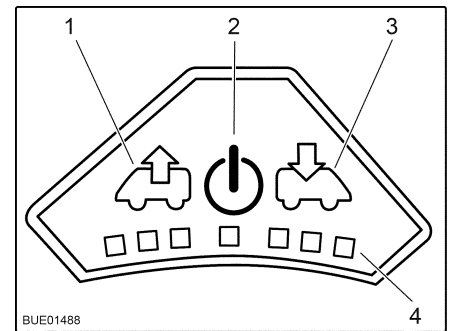

Bild 51 Fläktreglage
- Slå på:** ■ Tryck på på/av-knappen (Bild 51,2). Fläkten går i komfortläge (vädring med lägsta fläktvarvtal).
- Avluftning:** ■ För att höja fläktvarvtalet: Tryck på vädringsknappen (Bild 51,1). Fläktvarvtalet i vädringsriktningen ökar en nivå. Lysdioderna (Bild 51,4) visar de olika nivåerna.
■ För att minska fläktvarvtalet: Tryck på ventilationsknappen (Bild 51,3). Fläktvarvtalet minskar en nivå.
- För att höja fläktvarvtalet: Tryck på ventilationsknappen (Bild 51,3). Fläktvarvtalet i ventilationsriktningen ökar en nivå. Lysdioderna (Bild 51,4) visar de olika nivåerna.
- För att minska fläktvarvtalet: Tryck på vädringsknappen (Bild 51,1). Fläktvarvtalet minskar en nivå.
- Tryck på på/av-knappen (Bild 51,2). Fläkten stannar och lamporna släcks.